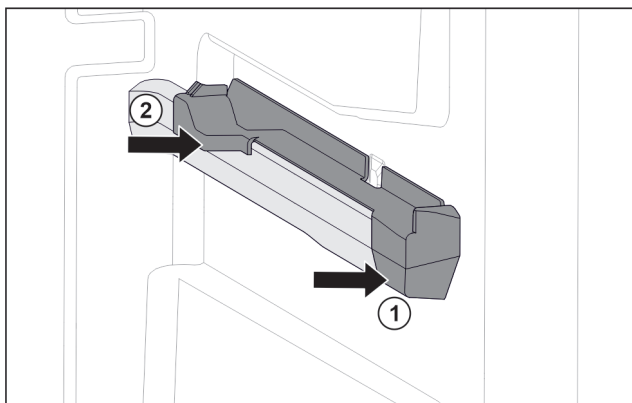

Fig. 47 Insteekelement op rechter containerrib
- ▶ Insteekelement voor tegen containerrib plaatsen. Fig. 47 (1)
- ▶ Insteekelement achter aandrukken. Fig. 47 (2)